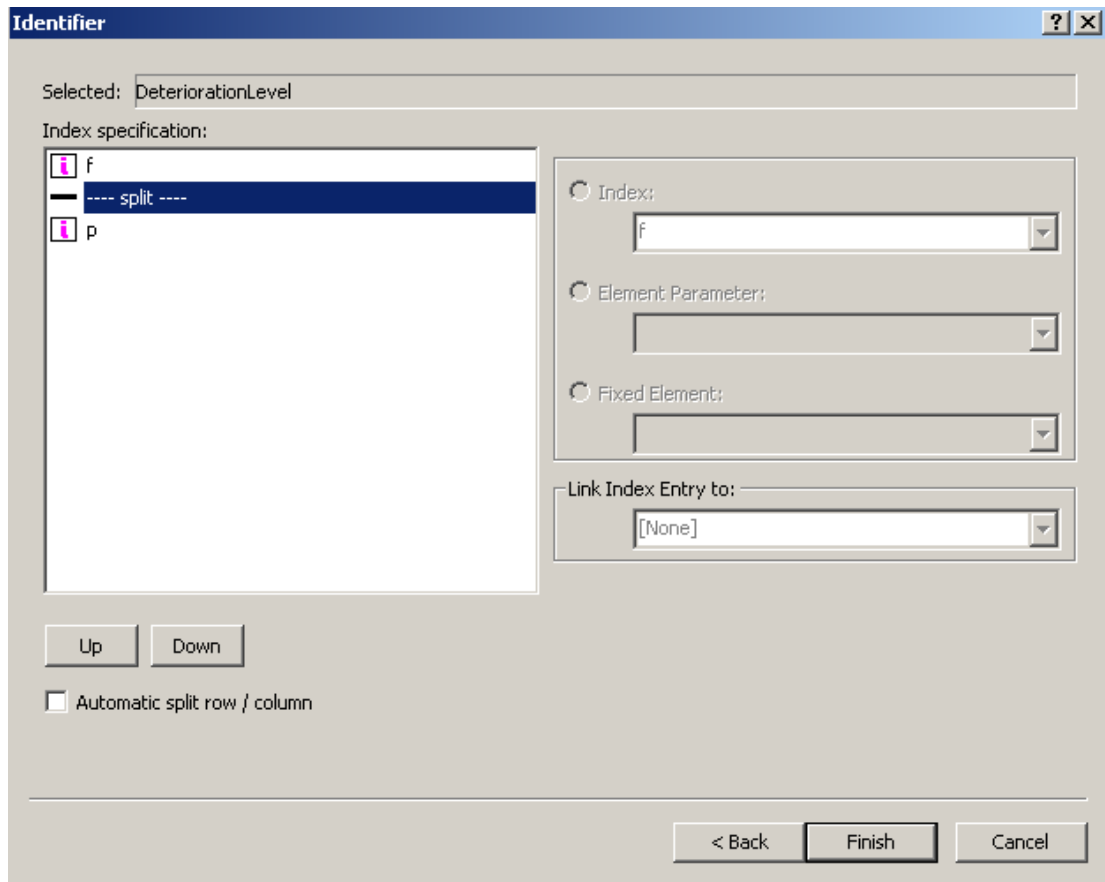

图 11.4: 指定行和列域
- 选择弹出的 “split line” 条目的列表框（如图 11.4 所示）